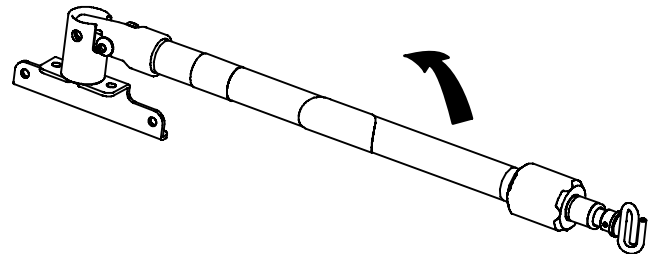

Figure 24 – Position de rangement du support de perfusion en trois parties
1. Soulever et faire pivoter le support de perfusion à partir de sa position de rangement. Appuyer vers le bas jusqu'à ce que le support de perfusion se verrouille dans le boîtier (A).
2. Pour élever la hauteur du support de perfusion, tourner le collier de verrouillage (B) dans le sens antihoraire et tirer la partie télescopique (C) vers le haut. Élever le support de perfusion jusqu'à la hauteur désirée.
3. Tourner le collier de verrouillage (B) dans le sens horaire pour verrouiller la section télescopique (C) en place.
4. Pour un support de perfusion plus élevé, tirer la section coulissante (D) vers le haut jusqu'à ce que la pince à ressort (E) soit connectée.
5. Suspendre les poches de perfusion au crochet de perfusion (F).
6. Pour abaisser le support de perfusion, enfoncer la pince à ressort (E) et faire glisser la section (D) vers le bas dans la section télescopique (C). Tourner le collier de verrouillage (B) dans le sens antihoraire et faire glisser la section télescopique (C) dans le tube du bas.
7. Tourner le collier de verrouillage (B) dans le sens horaire pour serrer.
8. Soulever et faire pivoter le support de perfusion vers le bas dans sa position de rangement (Figure 24).